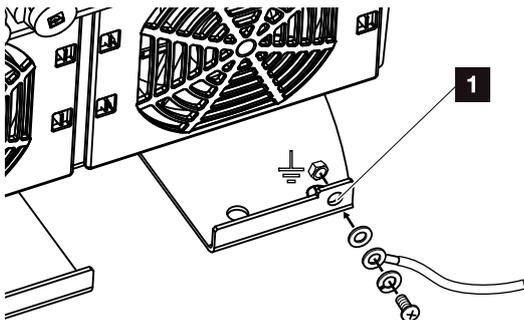

Fig. 23 : Raccordement PE externe propre à chaque pays
10. Dans les pays imposant un second raccordement à la terre (PE), raccorder celui-ci à l'endroit indiqué du boîtier (externe). **🔧** Fig. 23, pos. 1